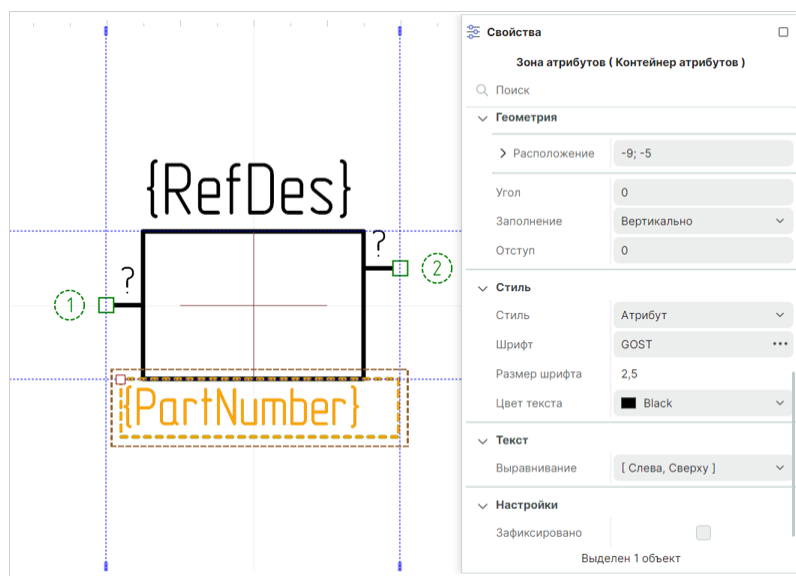

Рис. 185 Настройка зоны атрибутов УГО
6. При необходимости настройте параметры в разделах «Геометрия», «Стиль», «Текст», «Настройки», см. Рис. 185.